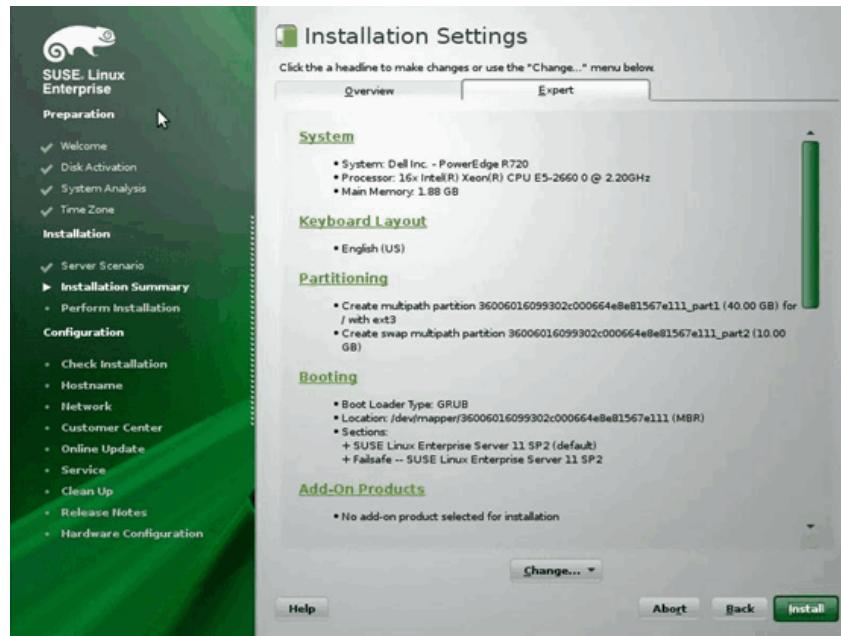

Figura 14-22. Configurações de instalação
12. Na página Expert da janela Installation Settings (Configurações da instalação), clique em **Booting** (Inicialização) (Figura 14-22).